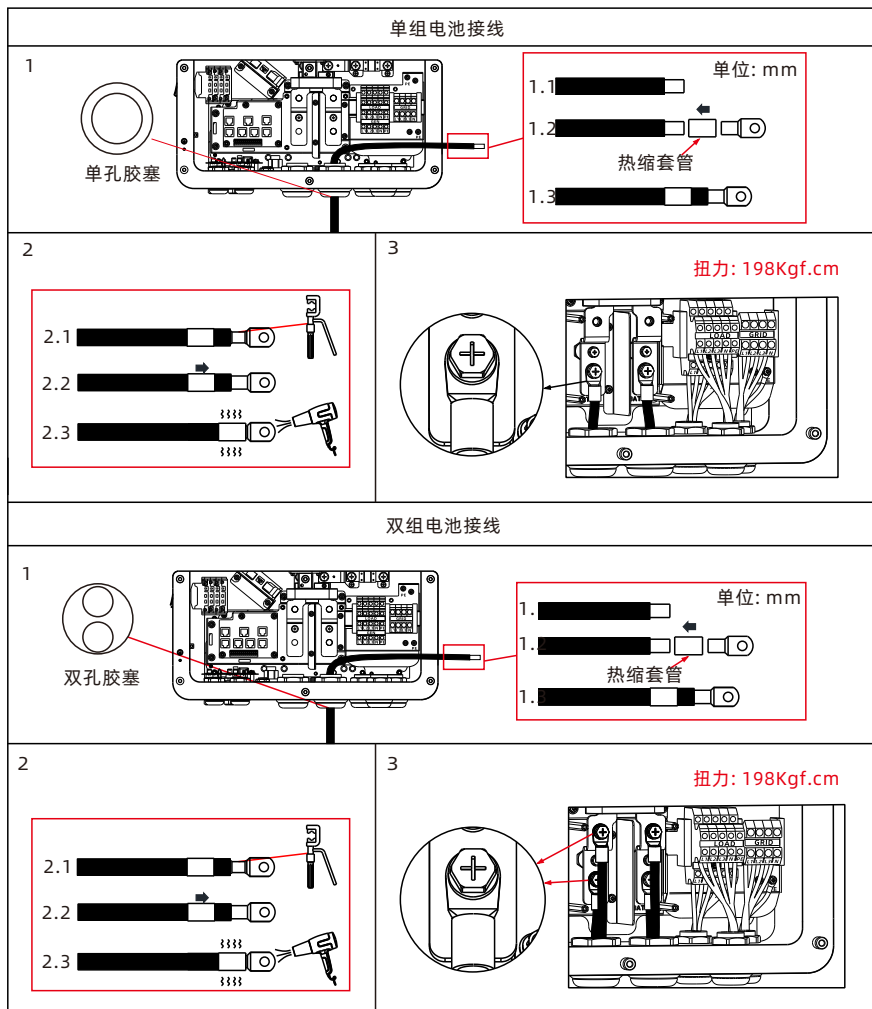

图6.14 电池端子接线步骤图
- 3) 将压接端子的电池线缆接到机器的电池铜排上, 完整步骤如图6.14所示。